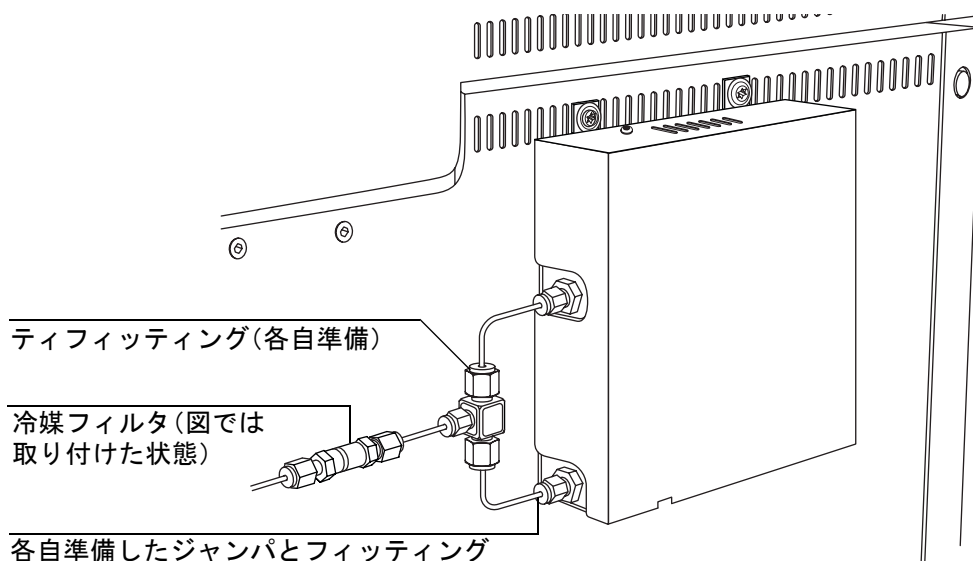

図 55. 冷却冷媒フィッティング
- 注入口とオープンの冷却を使用する場合には、図 55 に示すように、「ティ」(部品番号 0100-0542) を冷媒フィッティングに取り付けます。SpectraLink 管 (SL-8) を使用することをお勧めします。
4. 冷媒入口フィッティングからナットとフェラルを取り外します。これらの部品を使用して、フィルタ / コネクタアセンブリを注入口フィッティングまたはティフittingsに取り付けます。図 55 を参照してください。